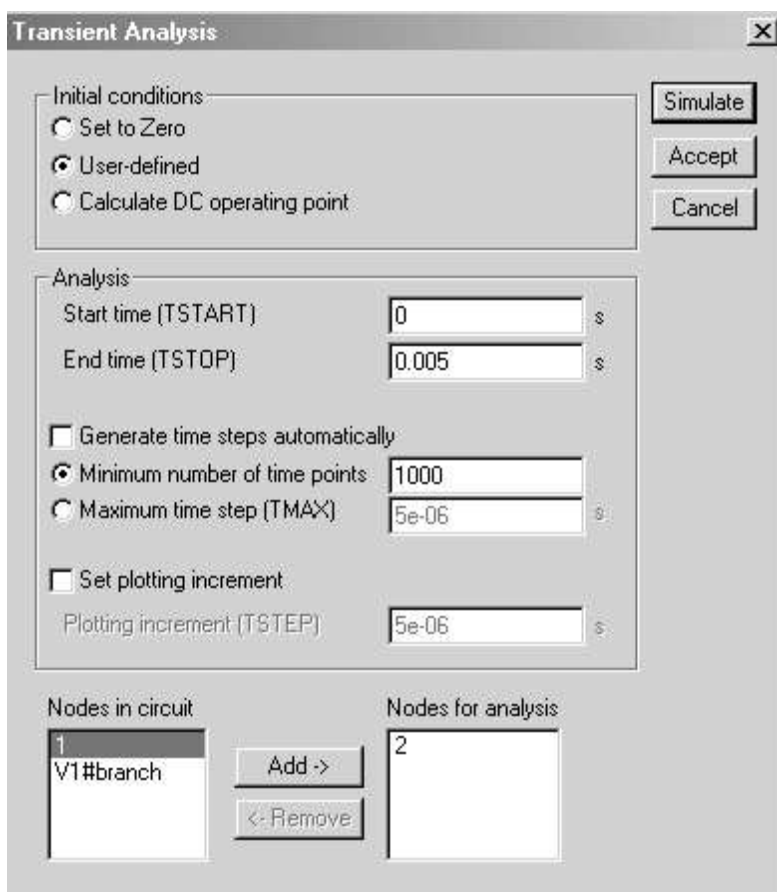
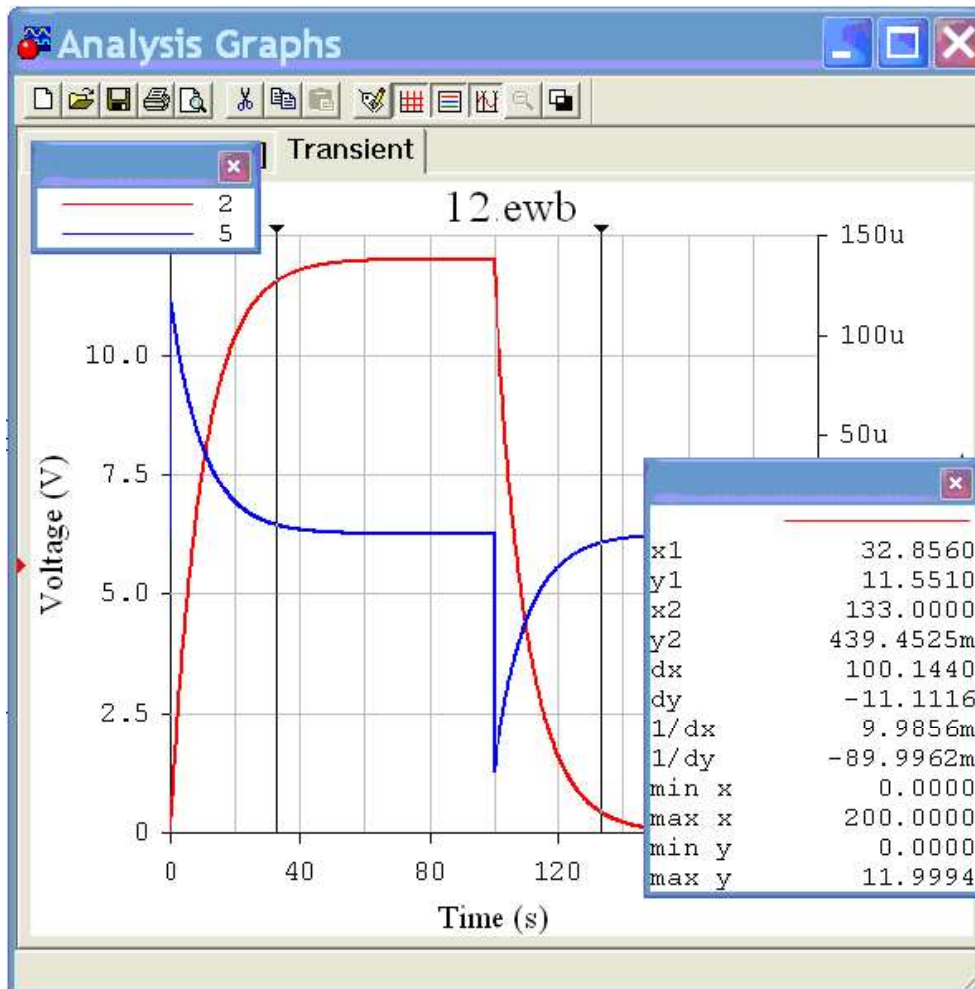

Рис. 11.5
Рис. 11.9.
Следующий необходимый шаг для проведения расчёта переходного режимов – это открытие диалогового окна команды *Transient Analysis* (рис. 11.5) по пути *Analysis < Transient*.
Кнопка 4 выводит на экран два измерительных визира (рис. 11.9). За верхние треугольники визиров можно перемещать курсором мыши в любое место графиков и измерять значение координат графика.
2. Определить временные зависимости напряжения на конденсаторе (узел 2) и тока (точка 5) в цепи в переходных режимах зарядки и разрядки конденсатора, используя диалоговое окно команды *Transient Analysis* (рис. 11.5) по пути *Analysis < Transient*. Результаты измерений внести в табл. 11.2., используя визир (рис. 11.9, пиктограмма ).